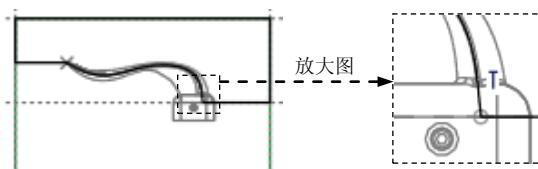

图 6.11 截面草图
- (3) 绘制截面草图。绘制图 6.11 所示的截面草图, 完成截面的绘制后, 单击“草绘”操控板中的“确定”按钮 。